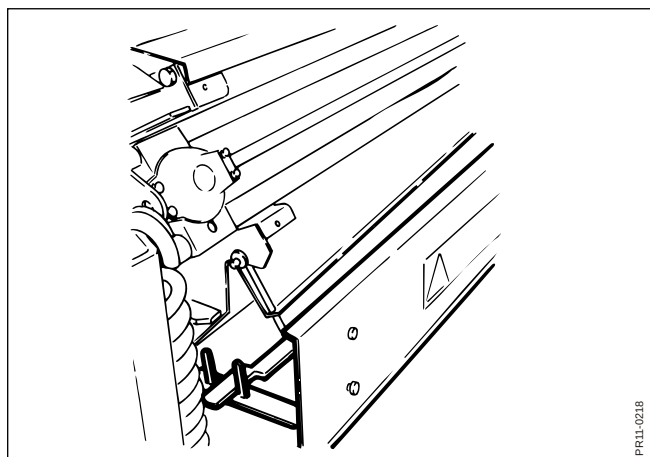

Fig. 4-12
- Fig. 4-12** 2. Abaisser le protecteur entre le système d'affûtage et le rotor afin qu'il y ait un espace libre entre le système et le rotor.